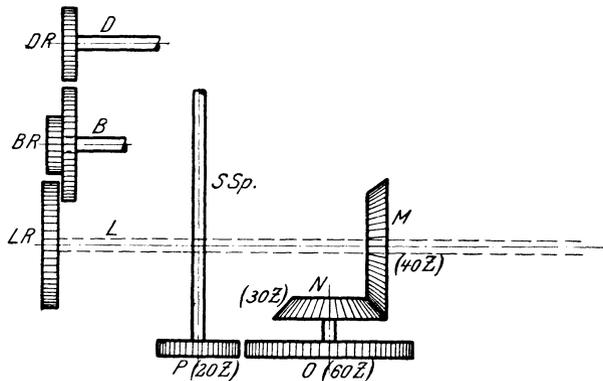

Fig. 3.
Bei dem Langgewinde wurde die geforderte Steigung des Gewindes dadurch erzielt, daß man unter Anwendung geeigneter Wechselräder dem Support den notwendigen Vorschub gab. Die Leitspindel spielte dabei eine wesentliche Rolle. Beim Schneiden von Plangewinden kommt ihr eine solche Bedeutung nicht zu; ihre Rolle übernimmt jetzt die Supportspindel. Durch Ausschaltung des Mutterschlusses ist die Bewegung des Supportes von der Leitspindel unabhängig gemacht; durch Festspannung eines Zahnrades wird jedoch die Umdrehung, die die Leitspindel durch das Leitspindelwechselrad erfährt, mit Hilfe weiterer Räder bis zur Supportspindel übertragen. Anordnung, Art und Größe dieser Räder sind bei den verschiedenen Systemen äußerst verschieden. Für die Berechnung der Wechselräder ist das belanglos. Stets lassen sich diese Räder in treibende und getriebene ordnen, und dadurch ist es möglich, das Übertragungsverhältnis festzustellen. Folgende Skizzen werden Klarheit schaffen. (Fig. 3 und 4. Die Räder sind schematisch angeordnet.)
1. Aufgabe: Eine Scheibe soll mit $4\frac{1}{2}$ Gang Plangewinde versehen werden. Supportspindel 5 Gang. Übertragungsräder wie Fig. 3 zeigt.
Übertragung wie Fig. 3.